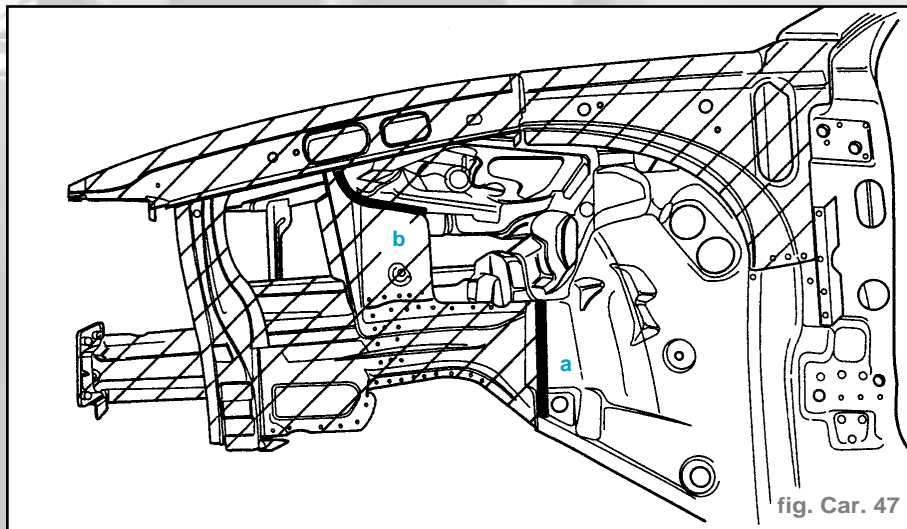

fig. Car. 47
- Dégrafer l'accostage d'origine (a) et (b) (fig. Car. 47)